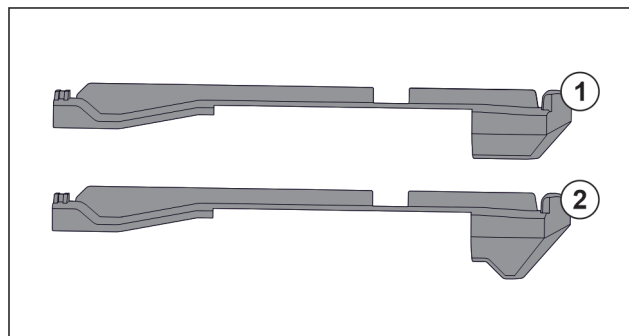

Fig. 147 Porovnanie násuvných dielov
V zariadení sa nachádzajú dva rozdielne násuvné diely. Násuvný diel nad spodnou zásuvkou Fig. 147 (2) má trojuholníkovú hranu. Všetky ostatné násuvné diely Fig. 147 (1) majú rovnú hranu.
- ▶ Namontujte násuvný diel Fig. 147 (2) s trojuholníkovou hranou nad spodnú zásuvku.
- ▶ Namontujte násuvný diel Fig. 147 (1) s rovnou hranou na všetky ostatné miesta.